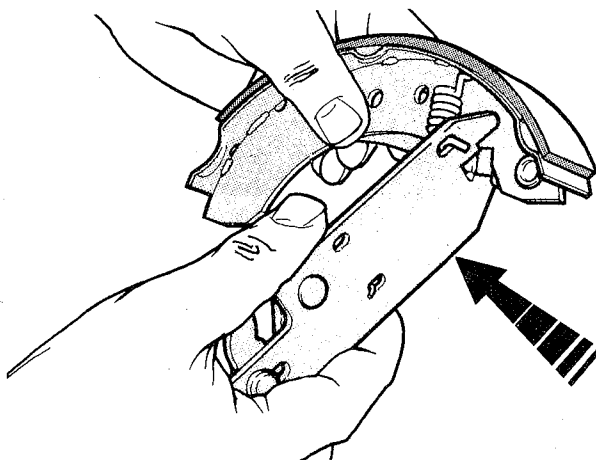

fig. 29
1. Instalar a mola de retorno do freio de estacionamento e posicionar a haste de ligação das sapatas, na sapata secundária (fig. 29)